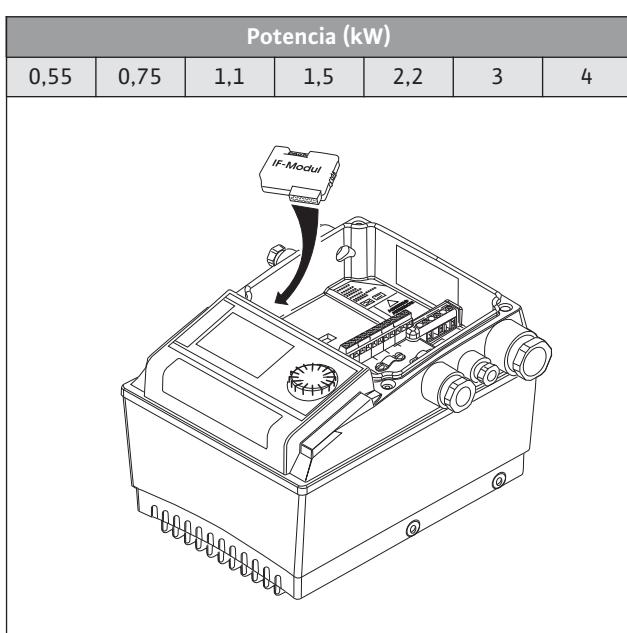

FIG. 2, 3
- En el caso de bombas pesadas, instale un gancho de elevación (fig. 2, pos. 12) encima de la bomba para facilitar el desmontaje.